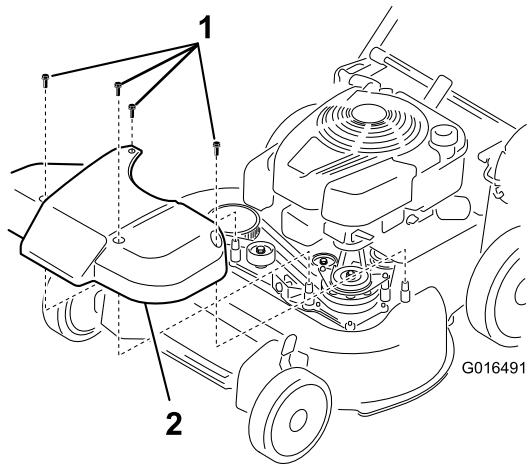

Рисунок 38
- Снимите крышку системы привода ножей (Рисунок 38).